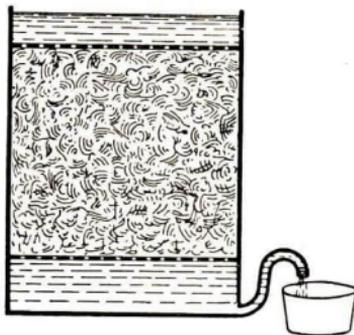

Abb. 485. Schnellseigfabrikation
9. Essig entsteht, wenn man Bier- oder Weinreste in einem Faß über Hobelspäne laufen läßt; dabei oxydiert sich der Alkohol zu Essigsäure H_3CCOOH . — Erkläre Abb. 485!